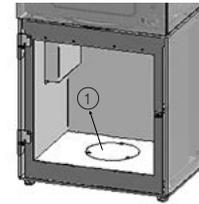

Abb. 3a
1. Stellen Sie das Gerät über dem Verbrennungsluftanschluss im Fußboden auf und demontieren Sie das Verkleidungsblech (Abb. 3a).